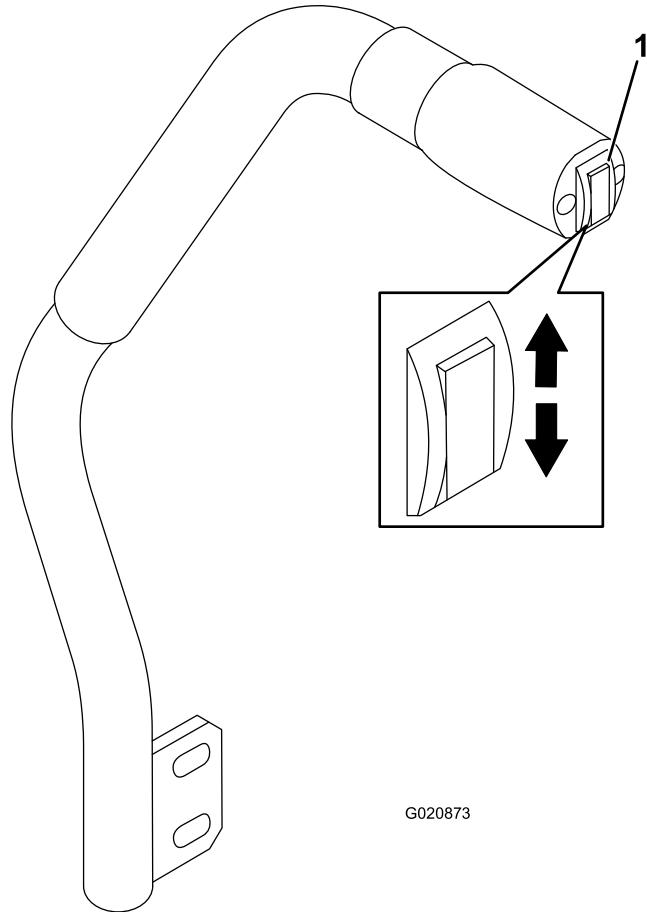

Bild 18
Mit dem Mähwerkhebschalter senken Sie das Mähwerk ab und heben es an (Bild 18). Der Motor muss bei der Verwendung des Hebels laufen.
- Drücken Sie den Mähwerkhebschalter nach unten, um das Mähwerk abzusenken (Bild 18).
- Drücken Sie den Mähwerkhebschalter nach oben, um das Mähwerk anzuheben (Bild 18).
1. Drücken Sie den Mähwerkhubschalter bei laufendem Motor nach oben, bis das Mähwerk ganz angehoben ist, und lassen Sie den **Schalter sofort los** (Bild 18).